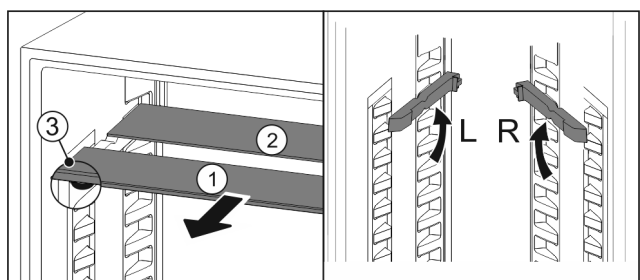

Fig. 112
- ▶ Издърпайте Fig. 112 (1) поотделно стъклените плочи напред.
- ▷ Стъклената плоча Fig. 112 (1) с декоративната лайсна е отпред.
- ▷ Ограничителите Fig. 112 (3) сочат надолу.